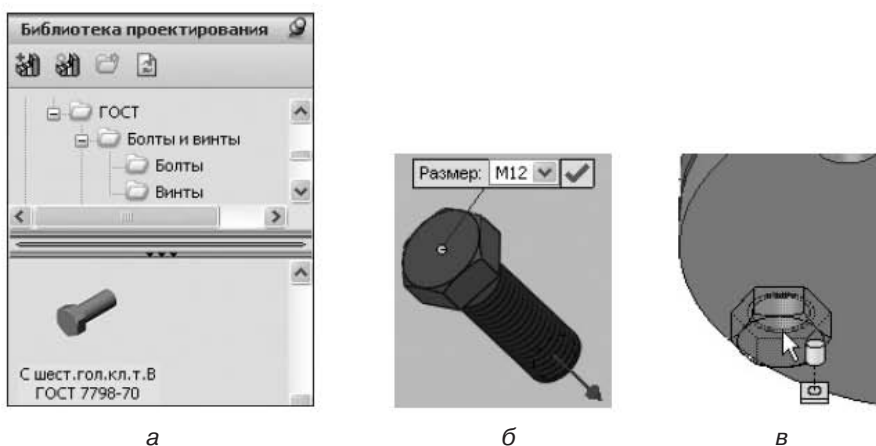

Рис. 6.7. Окно библиотеки проектирования, библиотечный элемент и его расположение в посадочном отверстии
3. На панели задач (если она отсутствует, подключите ее, щелкнув правой кнопкой мыши на любой панели инструментов) выберите вкладку **Библиотека проектирования**  ▶ **Toolbox** ▶ **ГОСТ** (рис. 6.7, а).
4. Выберите раздел Болты и винты ► Болты ► Болты ГОСТ 7798–70. Перетащите мышью изображение болта на рабочую область (рис. 6.7, б), не отпуская кнопки мыши подведите курсор к крепежному отверстию. Увидев значки автоматического сопряжения (соосности и совпадения поверхностей) (рис. 6.7, в), отпустите кнопку мыши.